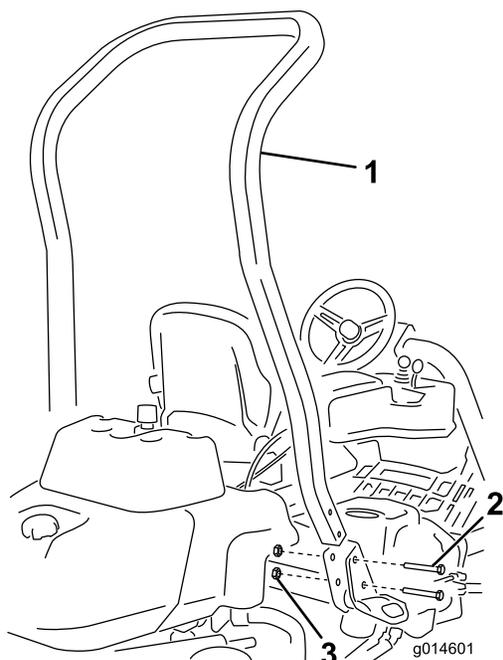

図3
3. 機体の左右にあるポケットにROPSを差し込み、ボルト1/2 x 3-3/4インチ4本とフランジナット4本1/2インチで固定する図3。